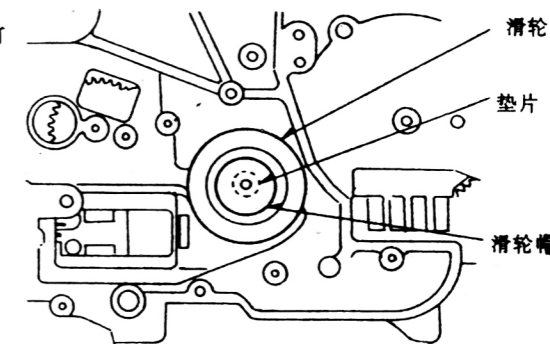

图 1-3-47
2. 插入垫片后装上带轮, 然后按图 1-3-47 所示装上带轮帽。